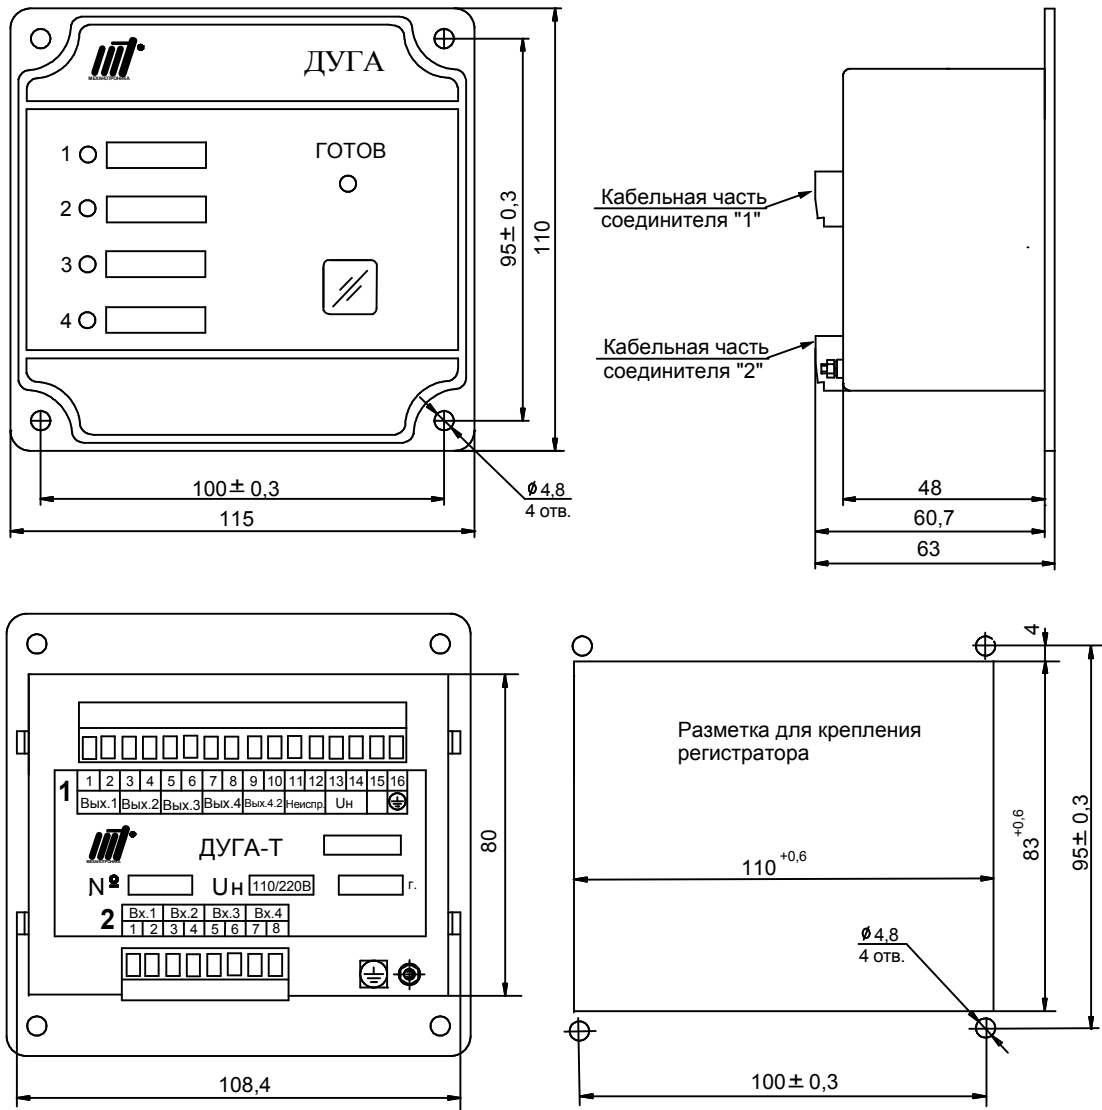

Рисунок 1 - Габаритные и установочные размеры регистратора
4.1 В левой части лицевой панели регистратора (рисунок 1) расположены четыре светодиода с маркировкой соответствующего датчика "1" - "4". Маркировка и назначение светодиодов приведены в таблице 2.
6.3 Регистратор заземлить проводом сечением не менее 1,5 мм², подключаемым к зажиму заземления с маркировкой "⊕", расположенному на тыльной стороне корпуса регистратора (см. рисунок 1).